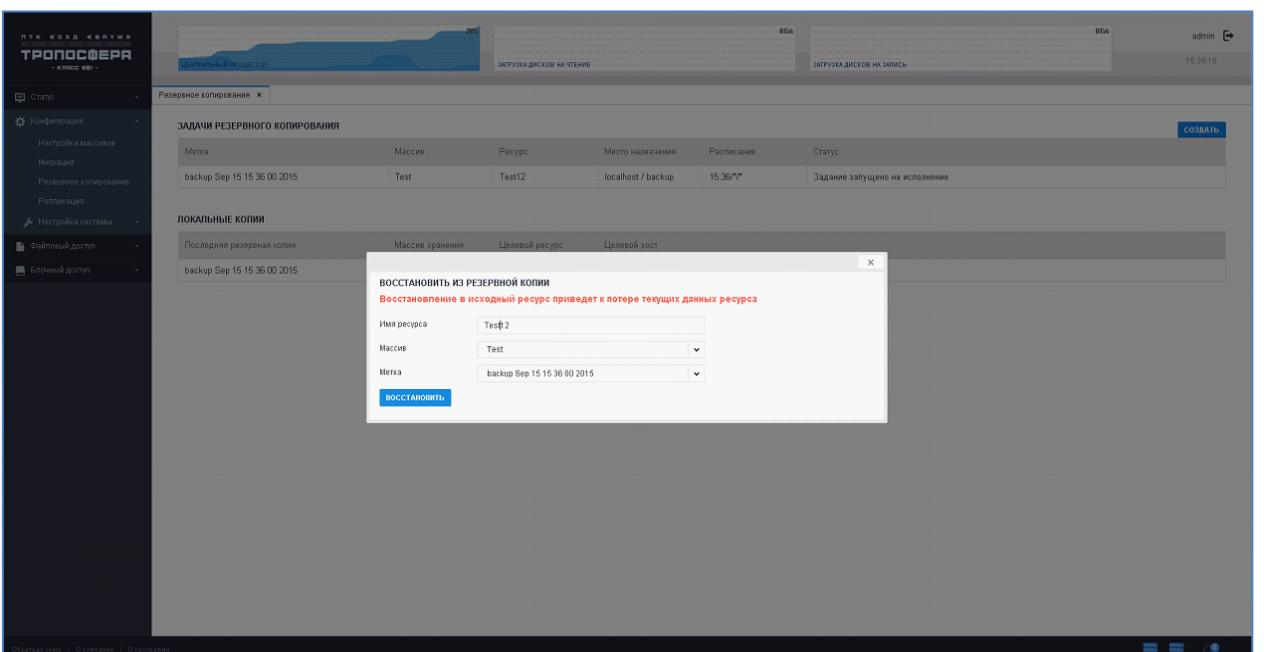

Рисунок 53 - Модальное окно восстановления из резервной копии
- 2) В правой части области «Задачи резервного копирования» нажать на кнопку «Создать» (см. Рисунок 53).
- 4.3) метку из списка доступных меток (см. Рисунок 53).